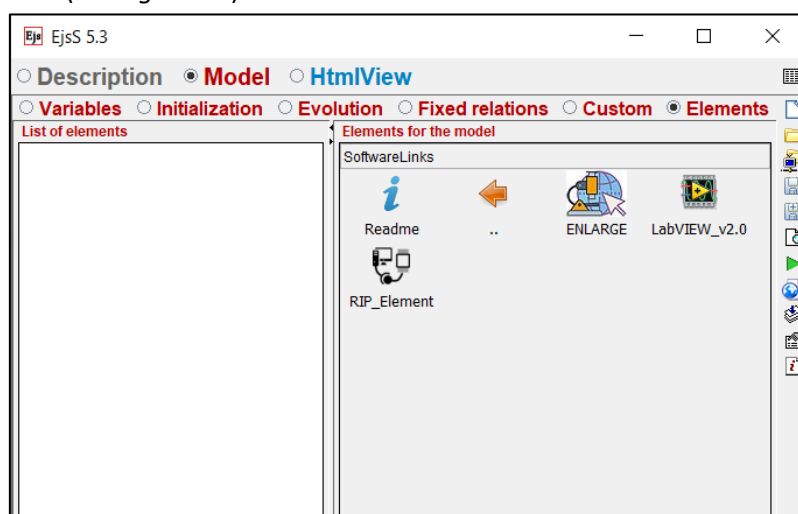

Figura 20: Elementos de SoftwareLinks en el editor EjsS
1. Elegir la pestaña *Model* → *Elements*. El elemento RIP se encuentra dentro de la categoría *SoftwareLinks* (ver *Figura 20*).